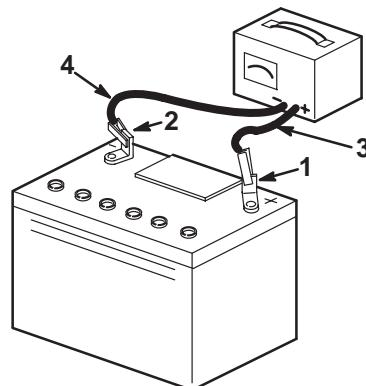

Figure 32
4. Quand la batterie est chargée au maximum, débranchez le chargeur de la prise, puis débranchez les fils du chargeur des bornes de la batterie (Fig. 32).